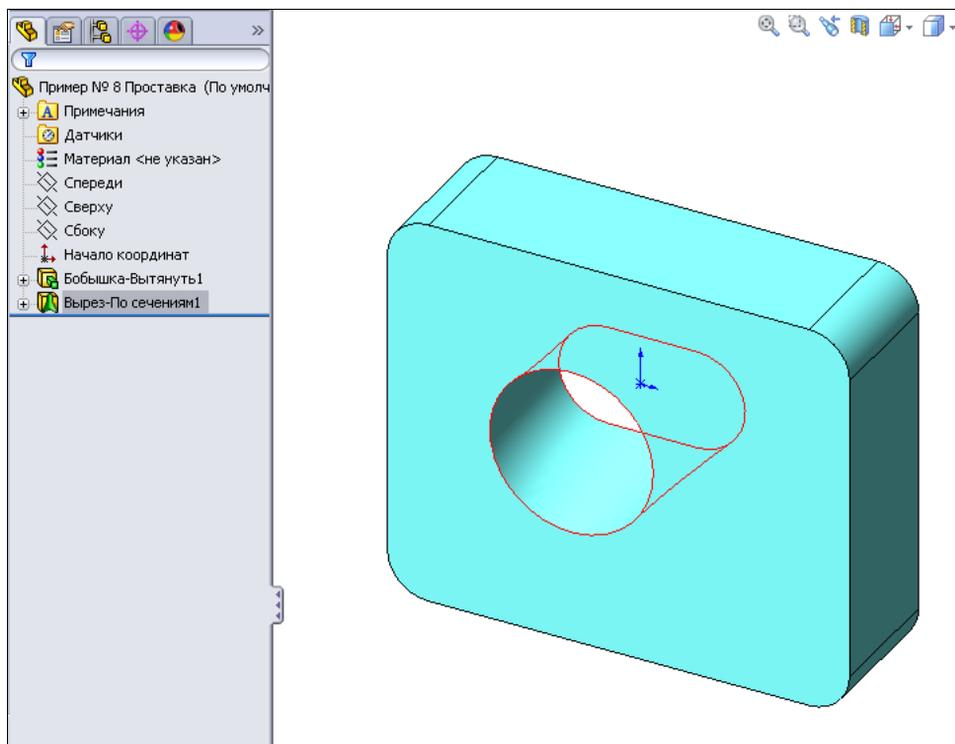

Рис. 2.89
8. Закончим построение выреза по сечениям, нажав кнопку **ОК** . Получим модель проставки с вырезом на основе двух профилей сечений (рис. 2.89).